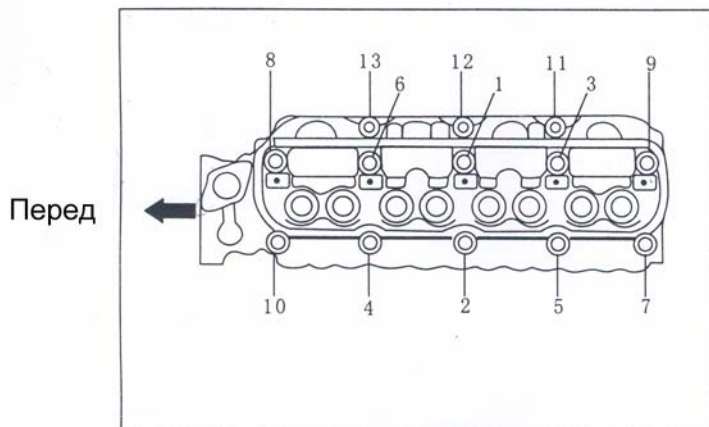

Рис. 10 Порядок затяжки болтов головки блока цилиндров
- Произвести затяжку болтов крепления головки блока цилиндров согласно рис. 10.